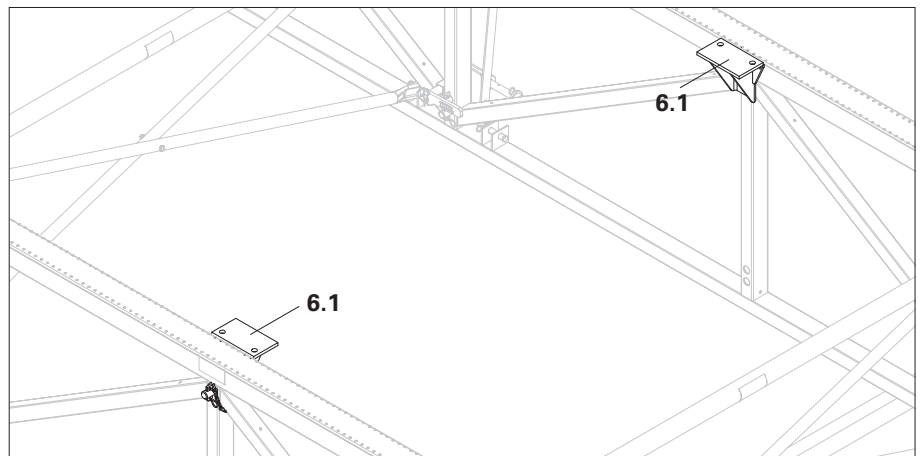

Fig. A2.12
2. Positionnez le deuxième support (6.1) sur la membrure supérieure et fixez à l'aide de boulons et d'une cale. (Fig. A2.12)